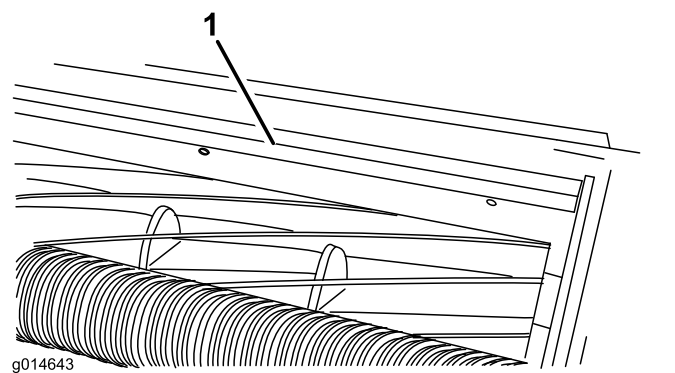

Figura 19
1. Desaperte os parafusos que fixam a barra superior (Figura 19) à unidade de corte.